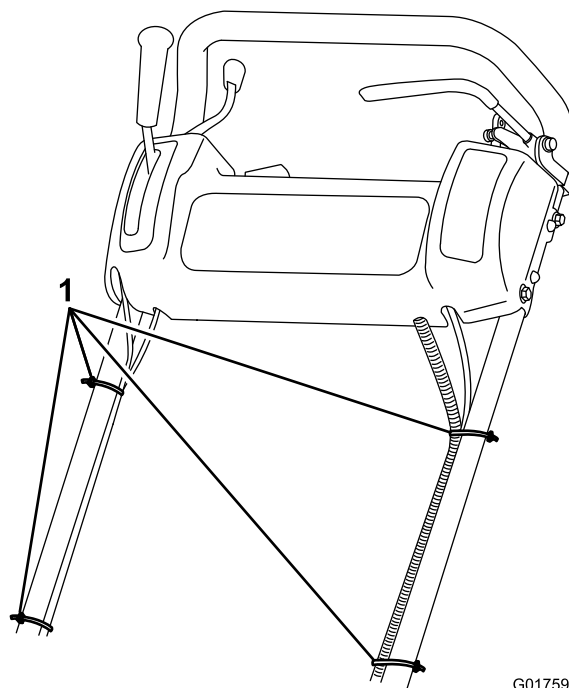

図 4
7. ケーブルタイを使って制御用ケーブルとワイヤハーネスをハンドルに固定する図 4。